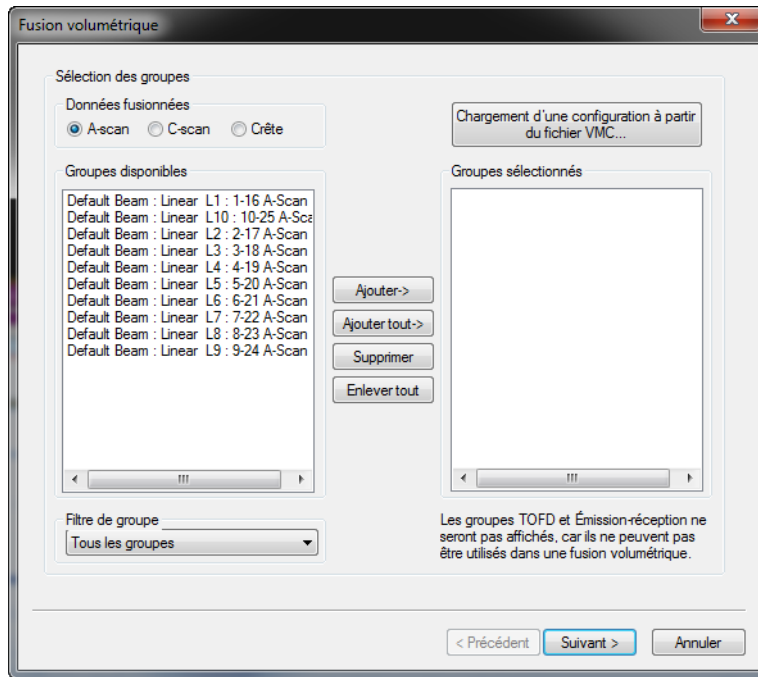

Figure 7-4 Zone de groupe Sélection des groupes
3. Sélectionnez les faisceaux ou les groupes à fusionner dans la zone de groupe **Sélection des groupes** (voir la Figure 7-4 à la page 353) :